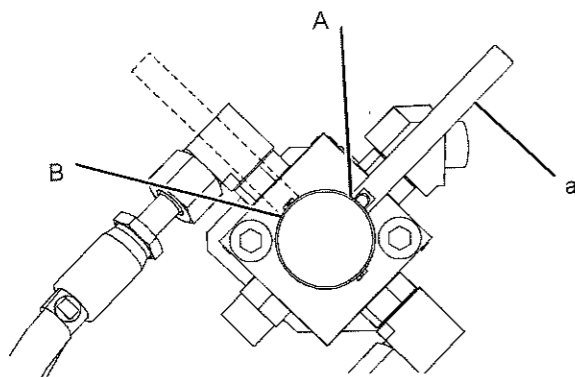

Ilustración 171
**Nota:** La ilustración 171 muestra que la válvula de dos pasos está en la posición SAE.